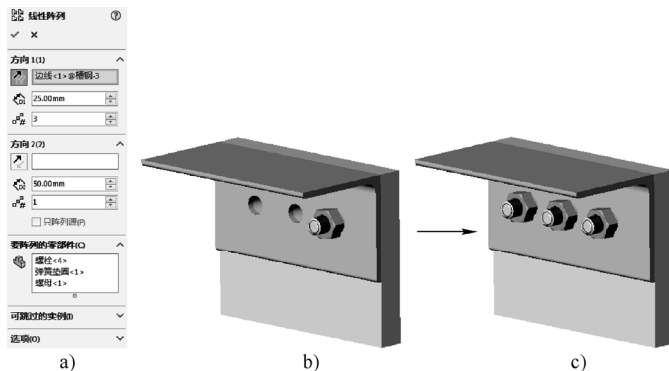

图 6-16 典型的线性零部件阵列
- 线性零部件阵列 ：单击后可以生成一个或两个方向的零部件阵列，如图 6-16 所示。此时可以设置在哪个方向或哪两个方向上进行零部件阵列操作，并可设置阵列的间距和个数。